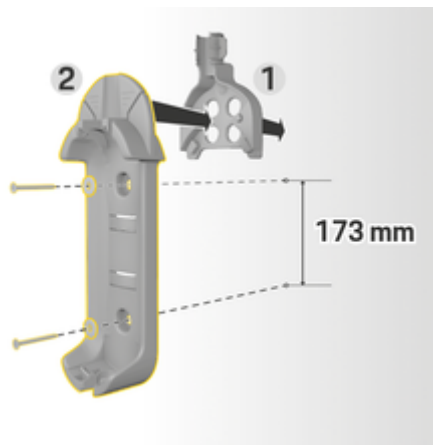

Abb. 3: Bohrmaße
3. Wandhalterung Basis **2** (Abb. 3) von vorne in die Kabelführung **1** (Abb. 3) eindrücken.